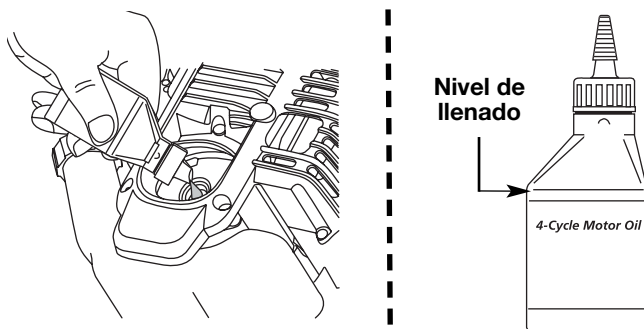

Fig. 21
6. Si el nivel está bajo, agregue una pequeña cantidad de aceite en el orificio de llenado de aceite y vuelva a medir (Fig. 21). Repita hasta que el nivel de aceite llegue hasta la parte superior de la varilla de medición.